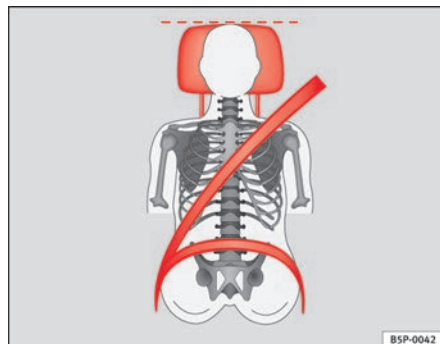
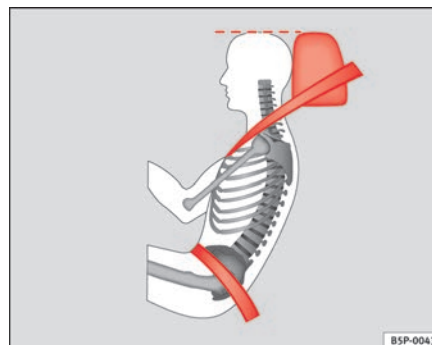

Fig. 92 Vista anteriore: poggiatesta e cinture di sicurezza posizionati correttamente
Fig. 93 Vista laterale: poggiatesta e cinture di sicurezza posizionati correttamente
- Regolare il poggiatesta portando il suo bordo superiore alla stessa altezza della parte superiore della testa, almeno all'altezza degli occhi ⇒ fig. 92 e ⇒ fig. 93.